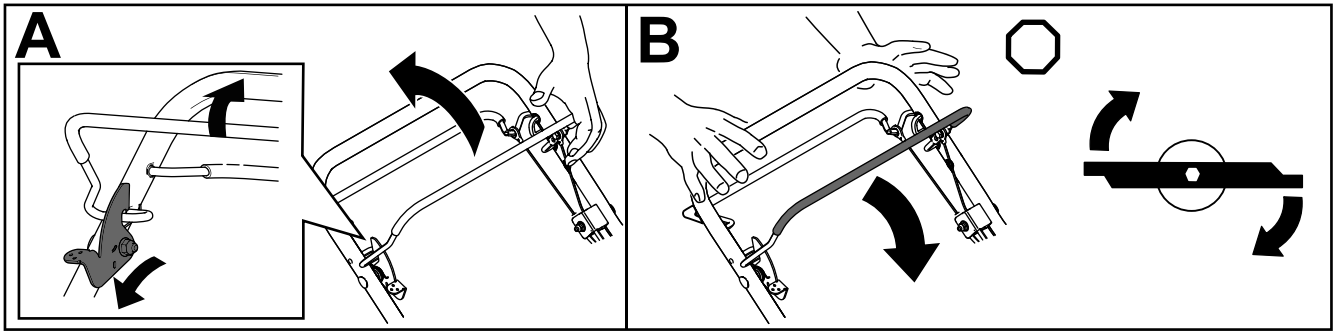

Figura 17
1. Empuje la palanca de bloqueo de control de las cuchillas hacia adelante y sosténgala para liberar la barra de control de las cuchillas (Figura 17, A).
2. Tire de la barra de control de las cuchillas hasta el manillar y libere la palanca de bloqueo de control de las cuchillas; la cuchilla debe engranarse (Figura 17, A).
3. Suelte la barra de control de las cuchillas para desengranar la cuchilla (Figura 17, B). La palanca de bloqueo de control de las cuchillas se restablece para bloquear la barra de control de las cuchillas.